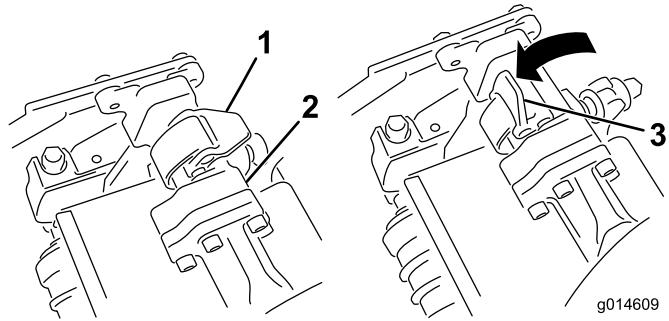
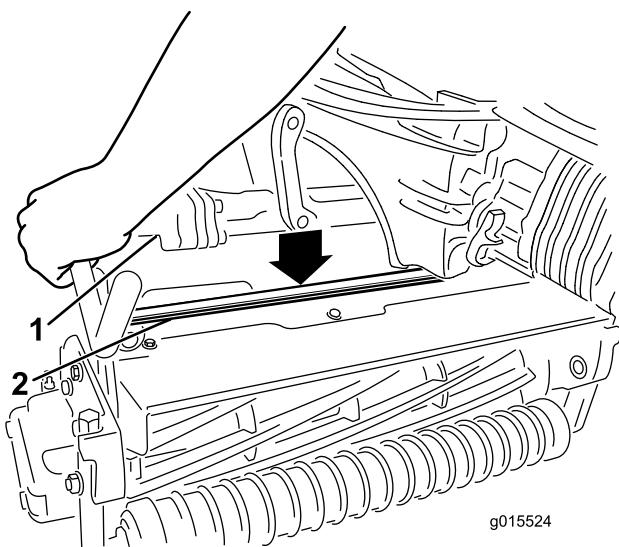

Figura 32
Figura 33
4. Con los enganches del brazo de suspensión orientados hacia arriba (es decir, abiertos) (Figura 32), empuje hacia abajo el brazo de suspensión de modo que la barra encaje en la barra situada en la parte superior de la unidad de corte (Figura 33).
5. Presione los enganches hacia abajo alrededor de la barra de la unidad de corte y bloquéelas (Figura 32).
5. Abra los enganches de la barra del brazo de suspensión de la unidad de corte que está retirando (Figura 32).